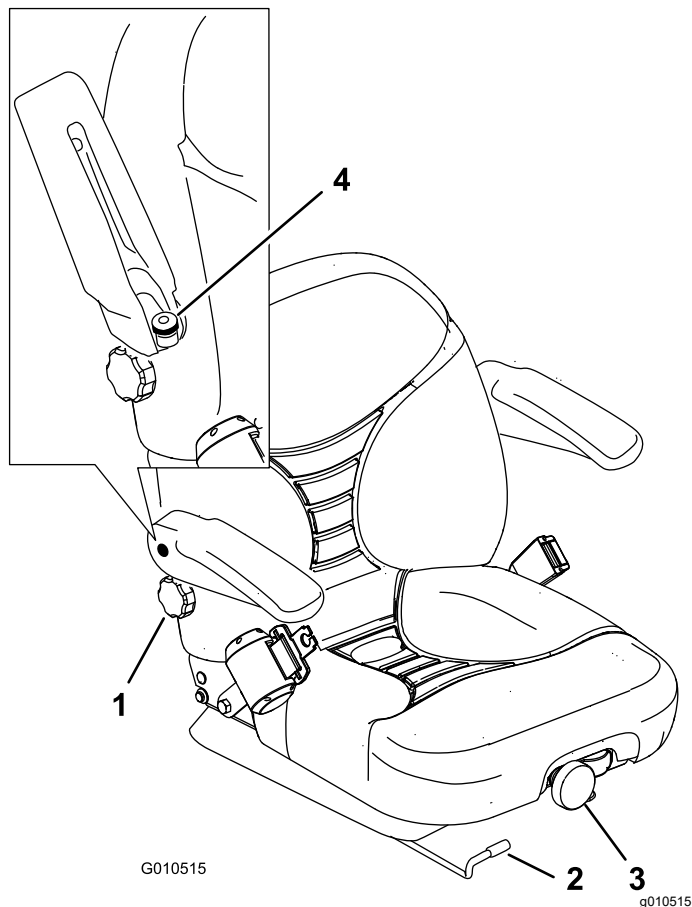

Figure 33
1. Poussez le levier sur le côté pour débloquer le siège (Figure 33).
Pour régler le siège, tournez le bouton avant dans un sens ou dans l'autre pour obtenir la position la plus confortable (Figure 33).
Pour régler le dossier, tournez le bouton situé sous l'accoudoir droit dans un sens ou dans l'autre pour obtenir la position la plus confortable (Figure 33).
Relevez l'accoudoir et tournez le bouton dans un sens ou dans l'autre pour obtenir la position la plus confortable (Figure 33).